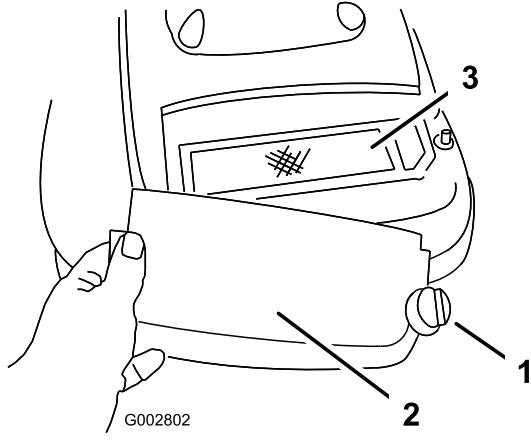

Figura 23
3. Desenrosque el tornillo que sujetla la tapa del limpiador de aire (Figura 23).
4. Retire la tapa y límpiela a fondo (Figura 23).